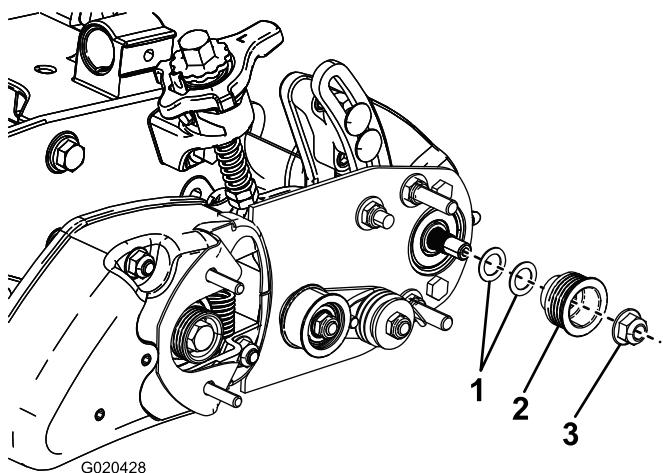

Figura 23
3. Retire a porca de retenção que fixa a polia acionada ao eixo da escova (Figura 22 ou Figura 23).
4. Retire a polia acionada do eixo (Figura 23).
5. Se a polia necessitar de sair, adicione uma anilha de 0,8 mm de espessura (Figura 23). Se a polia necessita de entrar mais, remova o espaçador existente de 0,8 mm de espessura.